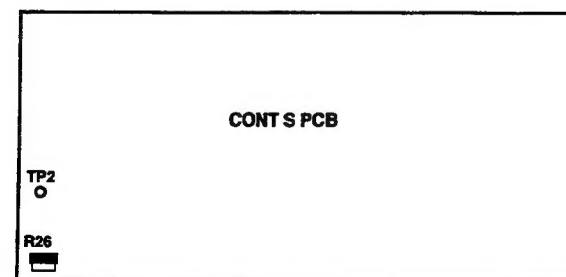

Fig. 2-10
1. Connect the DC voltmeter between TP2 (Fig. 2-10) on the CONT S PCB and GND.
2. When blank tape MTT-5512 is played back in the REV /PLAY mode, adjust R26 (Fig. 2-10) on the CONT S PCB so that the voltage at TP2 reads 2.5 V.
1. CONT S PCB の TP2 (図2-10) と GND 間に DC 電圧計を接続する。
2. REV/PLAY モードで、ブランク・テープ MTT-905 を再生したとき、TP2 の電圧が 2.5V になるように CONT S PCB の R26 (図2-10) を調整する。